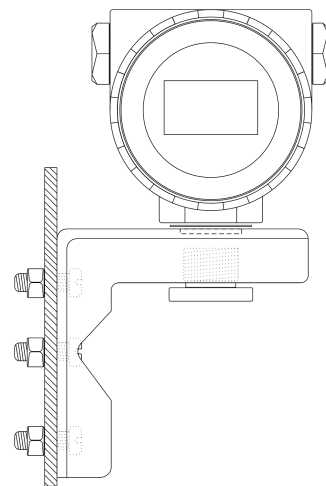

图 2.3 弯支架盘装
**弯支架盘装**的典型安装方式如图 2.3 所示。用所提供的密封接头（组件 16）将变送器固定于盘装弯支架上，再通过 M10 螺栓（用户自备）将盘装弯支架固定于表盘上。